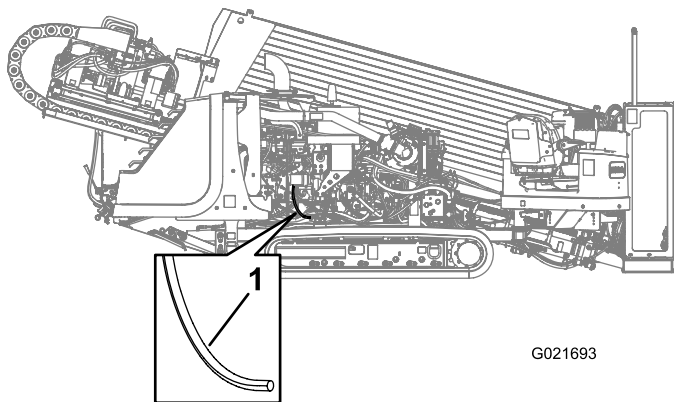

Figura 112
3. Cuidadosamente, retire o tubo do respiro do cárter (Figura 112).
4. Limpe a extremidade do tubo (Figura 112).